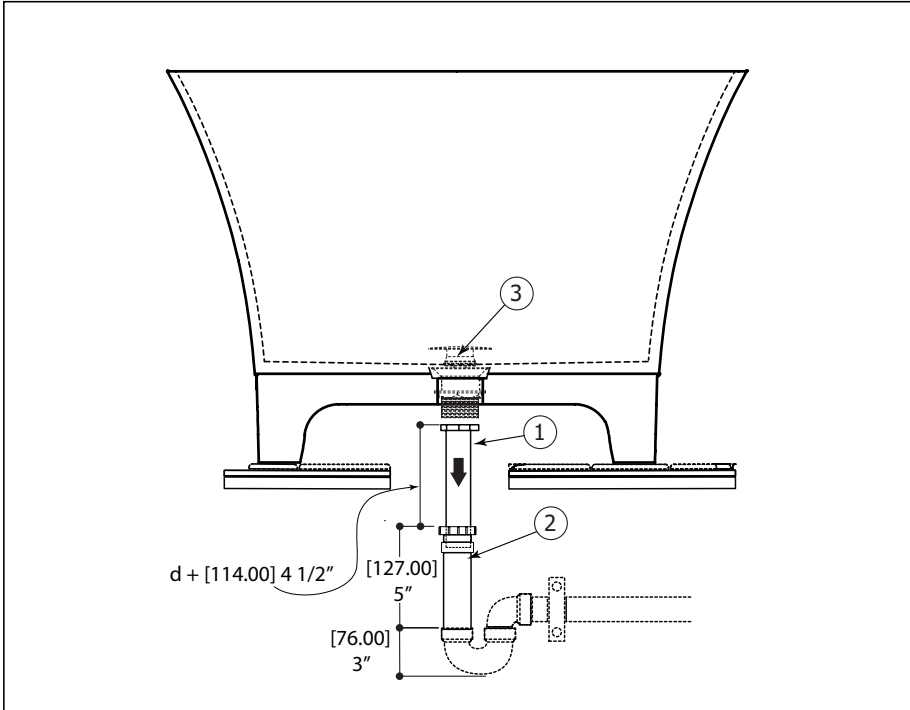

Fig.4
-Before placing the bathtub, insert the male part of the expansion joint (1) halfway to the female part (2).
-Align the drain (3) to the expansion joint (1) (fig.4). From the bottom of the bathtub, tighten the collars of the expansion joint (1) to drain (3) (do not forget to use the seal washer in between). Tighten the collars of the expansion joint (2) just tight enough that male part (1) can still slide in (fig.4).
-Avant de placer le bain , insérer partiellement la partie mâle (1) du joint d'expansion dans la partie femelle (2).
-Aligner le drain avec le joint d'expansion (1) (Fig.4). En dessous du bain , serrer le bague du joint d'expansion (1) au drain (3) (n'oubliez pas de mettre le rondelle d'étanchéité). Serrer les bagues du joint d'expansion (2), assez pour permettre la partie mâle de glisser dans la partie femelle (Fig.4).